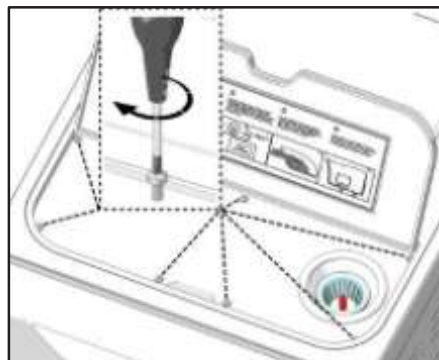

Figura 14
- Utilizzando un cacciavite adeguato, svitare le sei viti di fissaggio del pannello di copertura del serbatoio (figura 14).